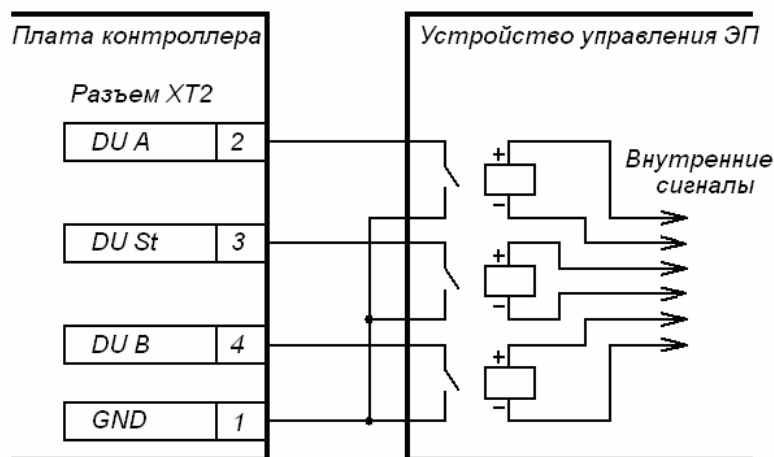

Рисунок 5 Управляющие элементы устройства управления ЭП: нормально разомкнутый контакт реле
5.4.2 Управление ЭП осуществляется подачей на контакты клеммной колодки XT2 DUA, DUS_t и DUB сигнала низкого уровня относительно контакта GND, при этом управляющим элементом могут быть нормально разомкнутый контакт реле или схема с открытым коллекторным выходом (см. рис. 5 и 6).